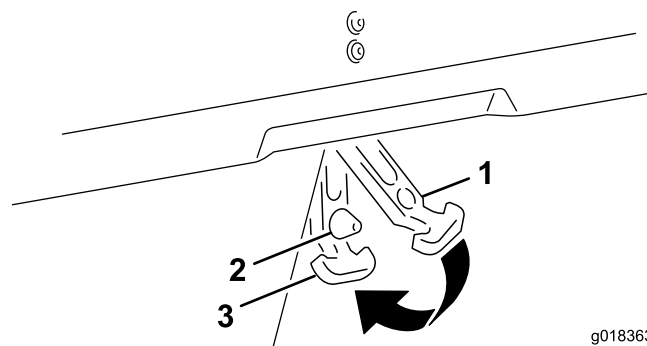

Bild 19
6. Fluchten Sie das Loch im Abdeckungsriegel mit der Abdeckungsklemmstange aus. (Bild 19).
7. Drücken Sie den Abdeckungsriegel nach vorne, bis das Ende der Abdeckungsstange durch den Riegel gesteckt ist, wie in Bild 19 dargestellt.